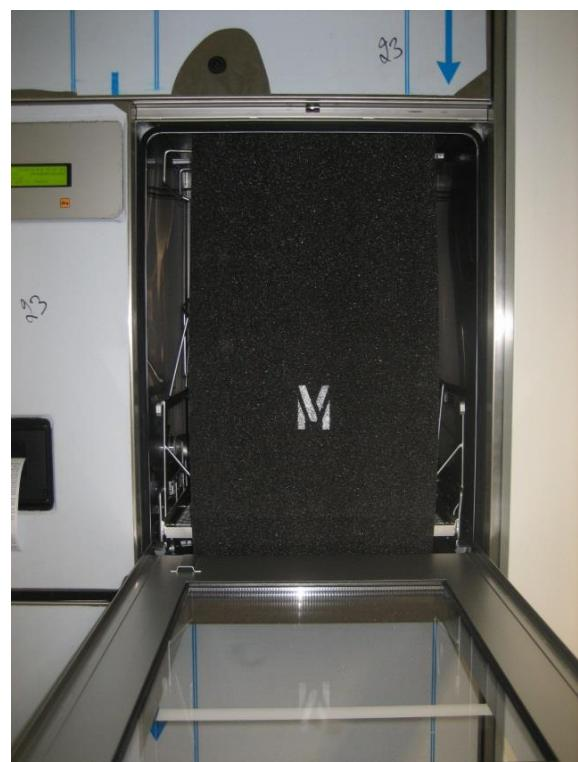

Abb. 8: Schaumstoffzuschnitt M, Korb E 715,
- ◆ Entfernen Sie den dünnen „Schaumstoffzuschnitt M, Korb E 715 reine Seite 400 x 720 x 20 mm“ (Art.-Nr. 600780, siehe auch Abb. 8:).
- Stellen Sie den dünnen „Schaumstoffzuschnitt M, Korb E 715, reine Seite 400 x 840 x 20 mm“ im reinen Bereich vor den Injektorwagen, um Rollbewegungen zu verhindern (siehe auch Abb. 8:).